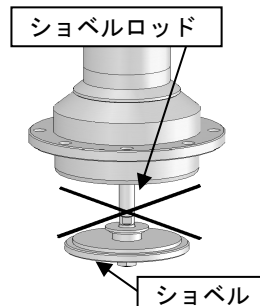

Fig.3 シヨベル部分
- 液材吸込口にあるシヨベル部に手を触れないでください。(Fig.3)
- ポンプ取り付けの際、ポンプ下側のシヨベルが引っ込んでいる状態で取り付けてください。シヨベル部分が飛び出した状態で取り付けると、シヨベルロッドを曲げてしまい、ポンプの吸い込み不良になります。(Fig.3)